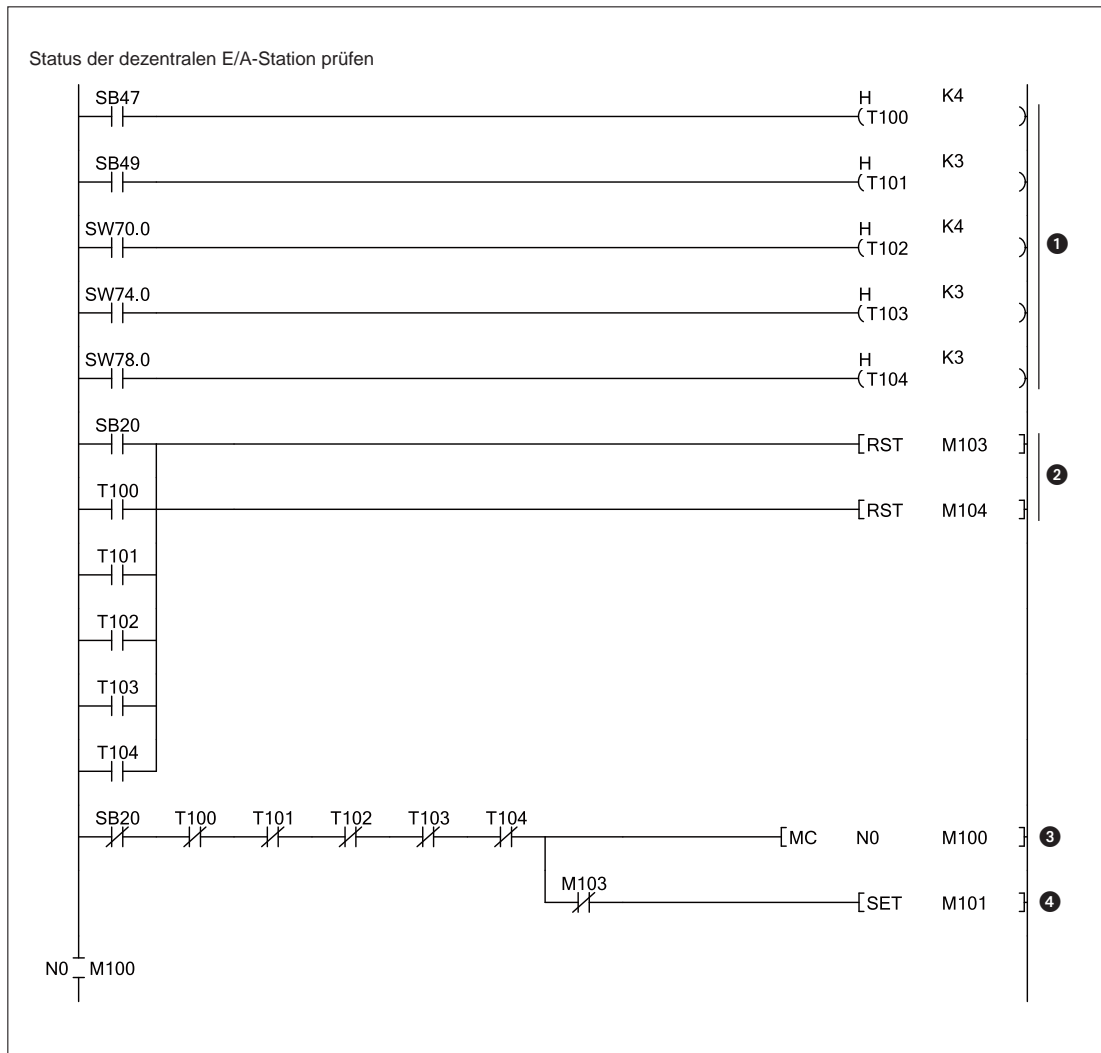

Abb. 10-40: Programmteil 1: Statusprüfung der dezentralen E/A-Station
⑦	Wenn die REMFR-Anweisung fehlerfrei ausgeführt wurde, wird der Zustand der Alarmerkennung in Merker übertragen.
⑧	Diese Anweisungen werden nur ausgeführt, wenn der entsprechende Alarm aufgetreten ist.	Ausgangswert von Kanal 2 hat oberen Grenzwert überschritten
⑨		Ausgangswert von Kanal 2 hat unteren Grenzwert unterschritten
⑩	In jedem Programmzyklus (SM400 ist ständig „1“) wird der Zustand der Eingangssignalfehler-Erkennung in das Register D2049 übertragen.
⑪	Wenn die REMFR-Anweisung fehlerfrei ausgeführt wurde, wird der Zustand der Eingangssignalfehler-Erkennung in Merker übertragen.
⑫	Diese Anweisung wird nur ausgeführt, wenn bei Kanal 1 ein Eingangssignalfehler aufgetreten ist.
⑬	Wurde ein Eingangssignalfehler erkannt und ist der Eingang „Fehler löschen“ (X23) eingeschaltet, wird die Anforderung zum Löschen des Fehlers (Y100F) gesetzt.
⑭	Bei einem Fehler wird der Fehlercode gelesen und im Register D2019 gespeichert. Anschließend wird der Fehlercode im BCD-Format ausgegeben.
⑮	Durch den Eingang X24 wird die Anforderung zum Löschen des Fehlers (Y100F) gesetzt.
⑯	Wird kein Fehler mehr angezeigt, wird die Anforderung zum Löschen des Fehlers (Y100F) zurückgesetzt.
⑰	Ausführen der MCR-Anweisung (Master Control Reset) (Nur wenn die Eingangsbedingung der MC-Anweisung (Abb. 10-40) erfüllt ist, werden die Anweisungen zwischen der MC- und der MCR-Anweisung ausgeführt.)